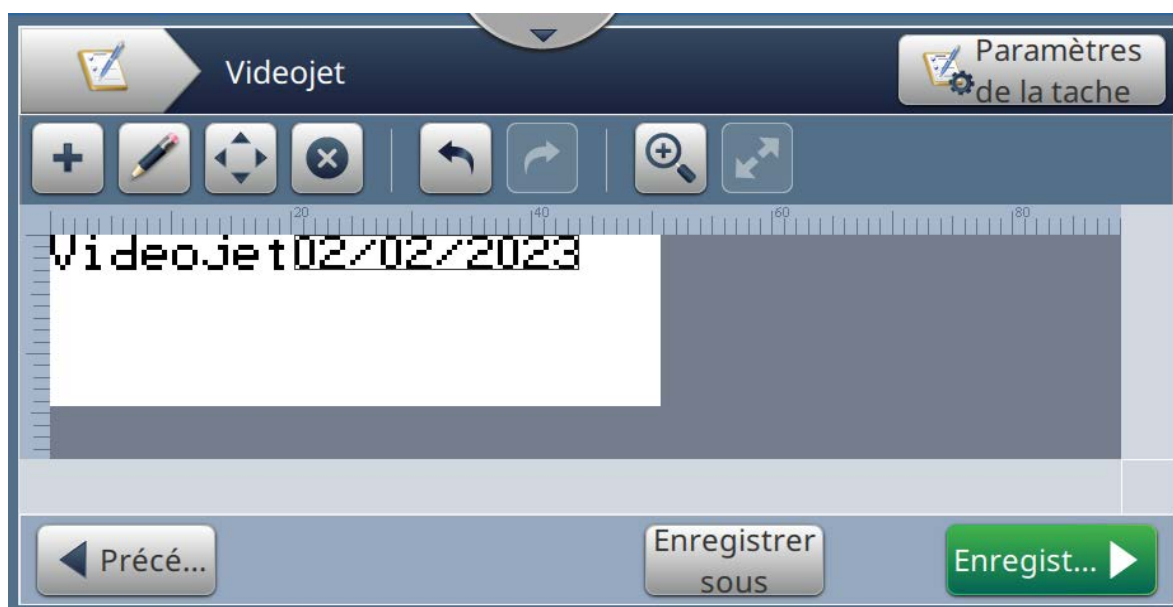

Figure 5-21 : Exemple de message
La section ci-dessous décrit la création d'une nouvelle tâche (telle qu'illustré dans la Figure 5-21) qui se compose des champs suivants :
10. Sélectionnez le champ et faites-le glisser ou servez-vous du bouton  pour le déplacer jusqu'à l'emplacement souhaité, tel qu'illustré dans la Figure 5-21, page 5-40.
22. Sélectionnez le champ et faites-le glisser ou servez-vous du bouton  pour le déplacer jusqu'à l'emplacement souhaité, tel qu'illustré dans la Figure 5-21, page 5-40.
30. Sélectionnez le champ et faites-le glisser ou servez-vous du bouton  pour le déplacer jusqu'à l'emplacement souhaité, tel qu'illustré dans la Figure 5-21, page 5-40.